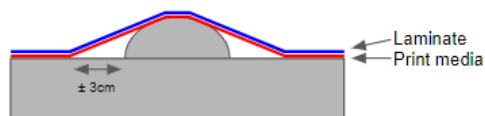

Fig.10
- 1) Placez le film sur l'ensemble de la surface de pose rivetée, en laissant un espace de ± 3 cm entre la surface plane et le substrat autour des rivets. *Fig.10*